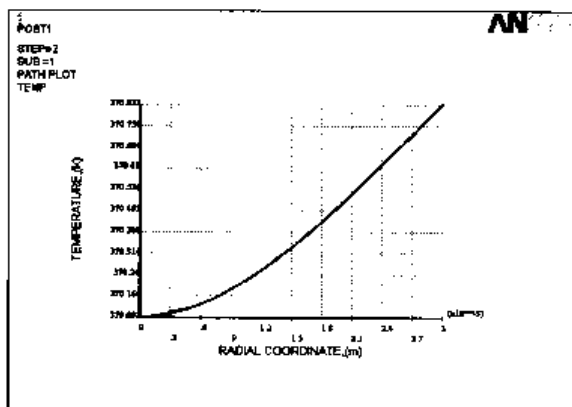
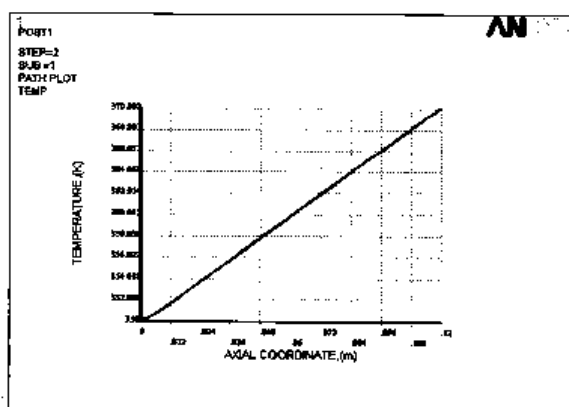

图 14-34 出口流体温度与径向位移关系曲线
图 14-35 中心轴线上流体温度与轴向位移关系曲线
(14) 选择 Utility Menu | Style | Graphs | Modify Axes 命令, 出现 Axes Modifications for Graph Plots 对话框, 在 [/AXLAB] X-axis label 文本框中输入 RADIAL COORDINATE,(m), 在 [/AXLAB] Y-axis label 文本框中输入 EMPERATURE, (K), 在 [/GTHK] Thickness of axes 下拉列表框中选择 Triple 选项, 单击 OK 按钮关闭该对话框。
(15) 选择 Main Menu | General Postproc | Path Operations | Plot Path Item | On Graph 命令, 出现 Plot of Path Items on Graph 对话框, 在列表框中选择 TEMP 选项, 单击 OK 按钮, ANSYS 显示窗口将显示出口处流体温度和径向位移的关系曲线, 如图 14-34 所示。
(16) 选择 Main Menu | General Postproc | Path Operations | Define Path | By Location 命令, 出现 By Location 对话框, 在 Name Define Path Name 文本框中输入 PIPE2, 其余选项采用默认设置。
(17) 单击 OK 按钮, 出现 By Location in Global Cartesian 对话框, 在 NPT Path point number 文本框中输入 1, 在 X,Y,Z Location in Global CS 文本框中依次输入 0、0、0, 单击 Apply 按钮, 在 NPT Path point number 文本框中输入 2, 在 X,Y,Z Location in Global CS 文本框中依次输入 L、0、0, 单击 OK 按钮, 出现 By Location in Global Cartesian 对话框, 单击 Cancel 按钮关闭该对话框。
(18) 选择 Main Menu | General Postproc | Path Operations | Map onto Path 命令, 出现 Map Result Items onto Path 对话框, 在 Lab User label for item 文本框中输入 TEMP, 在 Item,Comp Item to be mapped 的两个列表框中分别选择 DOF solution、Temperature TEMP 选项, 其余选项均采用默认设置, 单击 OK 按钮关闭该对话框。
(19) 选择 Utility Menu | Style | Graphs | Modify Axes 命令, 出现 Axes Modifications for Graph Plots 对话框, 在 [/AXLAB] X-axis label 文本框中输入 AXIAL COORDINATE, (m), 在 [/AXLAB] Y-axis label 文本框中输入 TEMPERATURE, (K), 在 [/GTHK] Thickness of axes 下拉列表框中选择 Triple 选项, 单击 OK 按钮关闭该对话框。
(20) 选择 Main Menu | General Postproc | Path Operations | Plot Path Item | On Graph 命令, 出现 Plot of Path Items on Graph 对话框, 在列表框中选择 TEMP, 单击 OK 按钮, ANSYS 显示窗口显示中心轴线上流体温度和轴向位移的关系曲线, 如图 14-35 所示。